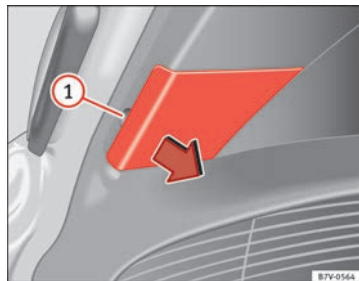

Fig. 212 Nel portellone posteriore: Rimuovere la copertura.
Estrarre con cautela la copertura facendo leva sulla rientranza ⇒ fig. 212 ① con la parte piatta del cacciavite fornito insieme agli attrezzi di bordo (⇒ fig. 201).